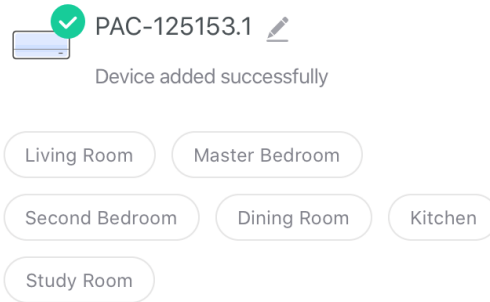

Abb.4
4. Sie können die Bezeichnung des Geräts ändern. Tippen Sie dazu auf das Stiftsymbol daneben und wählen Sie den Ort Ihres Geräts aus. Tippen Sie dann oben rechts auf "Done" (Erledigt). (Abb. 4)